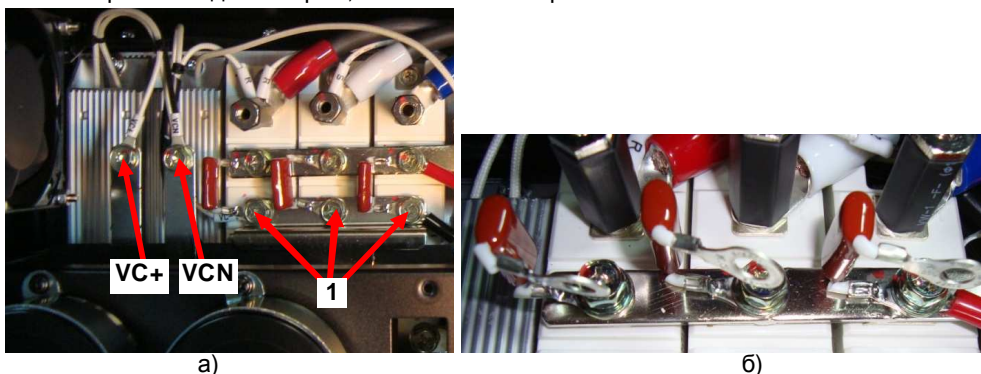

Рис. 6.11. Расположение контактов блока конденсаторов.
6.10.1. Отвернуть два винта: «VC+» и «VCN» (вывод «+» и средний вывод разрядного резистора) (рис.6.11.а).
6.10.2. Отвернуть три винта 1 крепления шины «-» к выводам «-» диодно-тиристорных модулей(рис.6.11.а). Отогнуть освобожденные наконечники снабберных конденсаторов, как показано на рис.6.11.б.